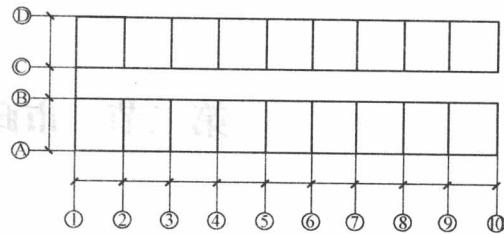

图 1-1 按轴线编号顺序计算
如图 1-1 所示，按轴线编号顺序计算，就是按横向轴线从①～⑩编号顺序计算横向构造工程量；按竖向轴线从Ⓐ～⑩编号顺序计算纵向构造工程量。这种方法多适用于计算内外墙的挖基槽、做基础、砌墙体、墙面装修等分项工程量。